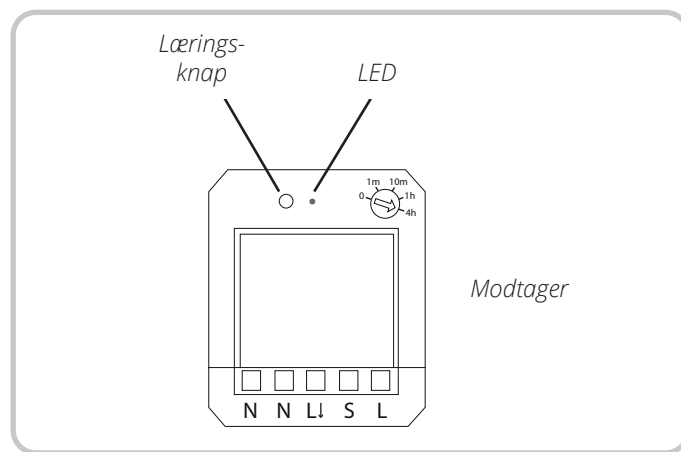

Fig. 9
- Hold læringsknappen inde i ca. 1 sek. Læringstilstanden angives af LED-lampen, der blinker langsomt (se fig. 9).
- LED-lampen på modtageren blinker hurtigt for at angive at læringen er gennemført (se fig. 9).
- LED-lampen blinker langsomt for at angive læringstilstand (se fig. 9).
- LED-lampen blinker hurtigt for at angive, at sletningen er gennemført (se fig. 9).
- LED-lampen blinker langsomt i ca. 3 sek. (se fig. 9).
- Slip læringsknappen og lav derefter et hurtigt tryk. Nu er alle forbindelser slettet (se fig. 9).
Læringsfunktionen afbrydes automatisk efter et minut, uanset om der er sket nogen læring. LED-lampen slukkes (se fig. 9).
Læringstilstanden afbrydes ved et kort tryk på læringsknappen (< 1 sek.). LED-lampen slukkes (se fig. 9).